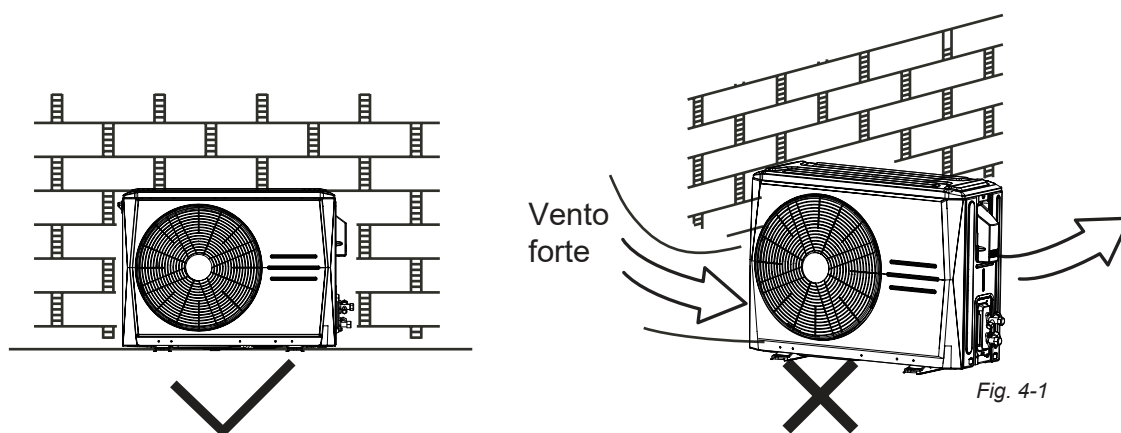

Fig. 4-1
- Se l'installazione avviene in un luogo vicino al mare o in un luogo in cui soffia un forte vento, installare l'unità contro una parete o servirsi di un deflettore, ove necessario, per garantire il normale funzionamento dell'unità, vedere la Fig. 4-1. In particolare modo in luoghi con forte vento, prestare attenzione a non lasciare che il vento forte soffi indietro all'unità.